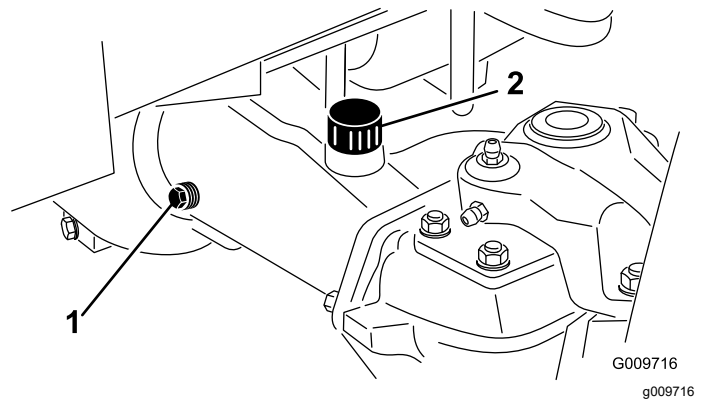

Bild 79
2. Entfernen Sie eine Prüfschraube aus einem Ende der Achse und stellen sicher, dass das Öl die Unterseite des Lochs erreicht (**Bild 79**).